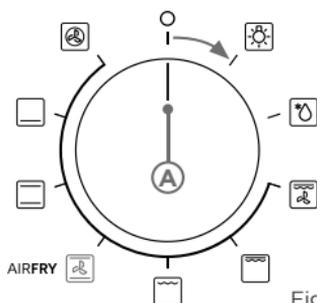

Fig. 3
1. Para selecionar uma das funções do forno, gire o botão de função para a direita ou esquerda até o indicador chegar na função desejada (“A” - Fig. 3).